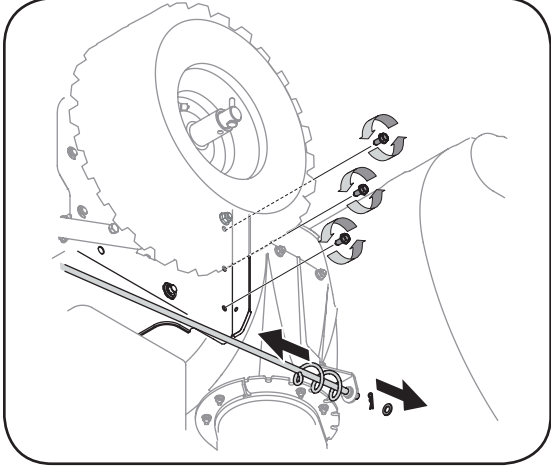

Figure 6-8
- Utilisez une clé de 1/2es de po pour retirer les trois vis taraudeuses à tête hex. de chaque côté du châssis. Ces vis maintiennent le châssis sur l'habillage de la tarière. Voir la Figure 6-8.
- Débranchez la manivelle de la goulotte à la goulotte en retirant la goupille fendue et la rondelle plate. Voir la Figure 6-8.